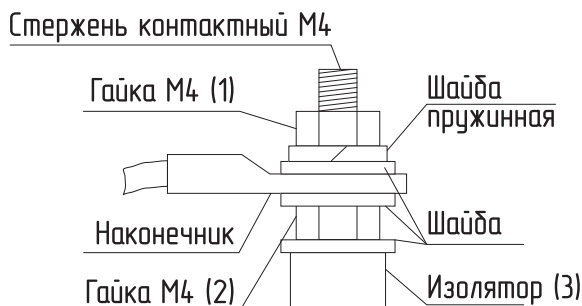

Рис.6 Присоединение проводов к выводам блок ТЭН
- Гаек на контактных стержнях ТЭН с усилием 1,8 Нм (**см.Рис.6**);
- при замене блок ТЭН присоединение фазных проводов к выводам блок ТЭН производить согласно **Рис.6**. Сечение кабеля указано в **Таб.1**;
- провод нейтрالي «N» подключить на перемычку блока ТЭН (**Рис.6**).